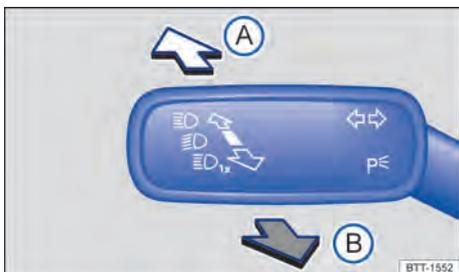

Fig. 86 À esquerda na coluna de direção: alavanca dos indicadores de direção e do farol alto.
- Trazer a alavanca dos indicadores de direção e do farol alto à posição central para a seguinte posição → Fig. 86:
- (A)**  Farol alto ligado.
- (B)** Acionar o sinal de luz ou desligar o farol alto. O *sinal de luz* se acende enquanto a alavanca é puxada.